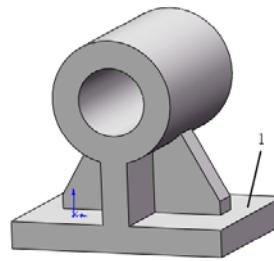

图 4-80 隐藏基准面的图形
**24** 隐藏基准面。在菜单栏中选择“视图” $\rightarrow$ “基准面”命令，取消视图中基准面的显示，结果如图 4-80 所示。
**25** 设置基准面。选择图 4-80 所示的面 1，然后单击“标准视图”工具栏中的“正视